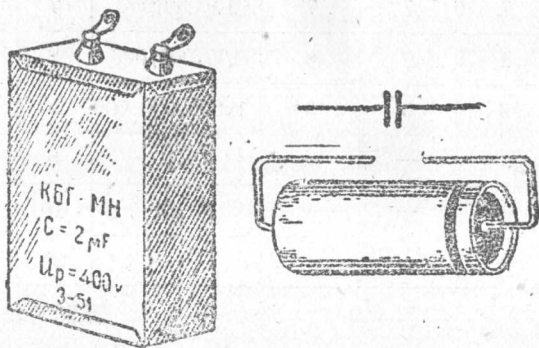

图11 紙質电阻器
1. 紙質电容器 如图11所示,外边套有絕緣管,两端封上石蜡,以防止湿气侵入。有一端的紙壳上印有顏色的圓圈,表示这个引出綫是接外层的极板。如电容器作傍路时,那么这一端通地就有靜电隔离作用。电容量和耐电压标明在电容器上,电容量是用微法(μf)作单位,耐压用直流伏特作单位,如果用在交流电路中,那么这个电压值必須除以1.5才能不发生危險,例如500伏直流电压的电容器只能用在330伏以内的交流电路中,如果用在500伏交流电路中,那么这个电容器就有打穿的危險。大容量紙質电容器,是把几个电容单位并联地装在密封的鉄匣內的,这样可以防止靜电感应和湿气侵入。它的两端引出綫是用焊片或接綫柱固定的。紙質电容器侵入湿气就容易漏电,平时应保持干燥。